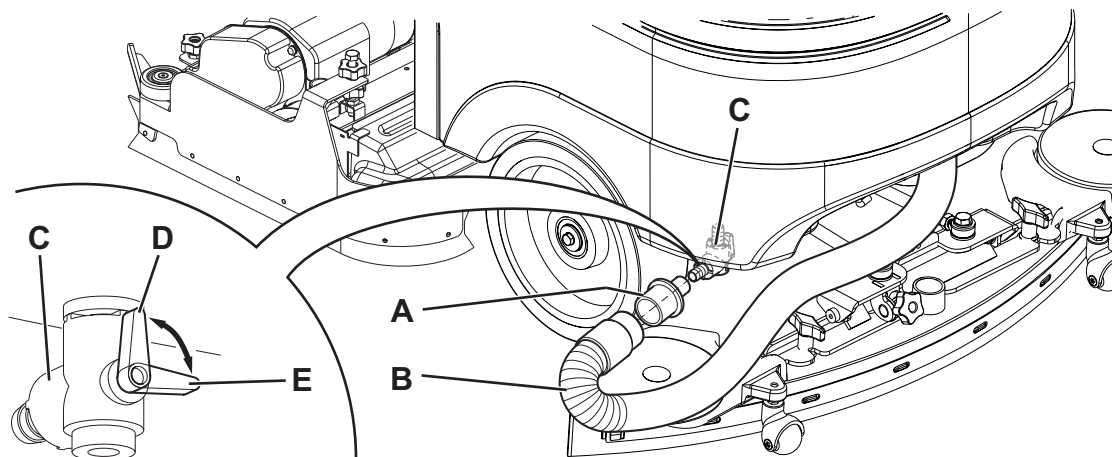

Figura 5
El visualizador (C) indica el nivel de concentración del detergente en la solución detergente, como en la tabla indicada en la figura 5.